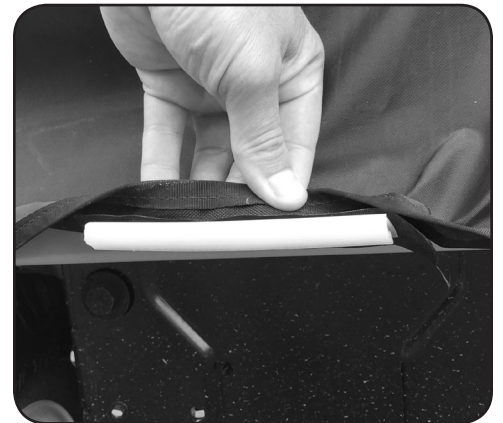

Figure 3-12
- L'attache arrière centrale s'attache au centre de l'aile de l'appareil. Voir Figure 3-12.